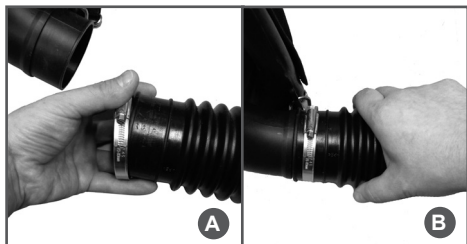

Рис. 2 Установка гибкой трубы
1. Наденьте на гибкую трубу червячный хомут (Рис. 2А) и наденьте гибкую трубу на выходной патрубок корпуса воздуходувного устройства (Рис. 2В). Затяните хомут.